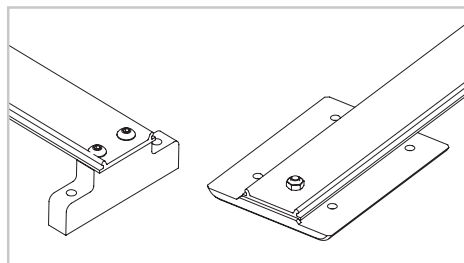

Fig. 5
- 4) Retirer les vis et les écrous qui fixent la bande aux plaques d'extrémité (Fig. 5).